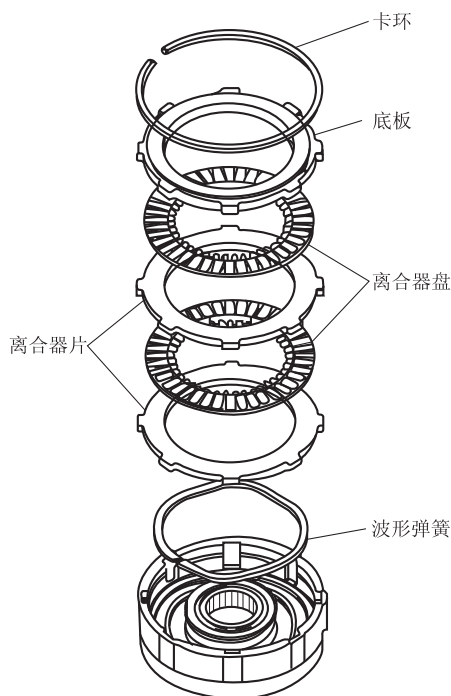
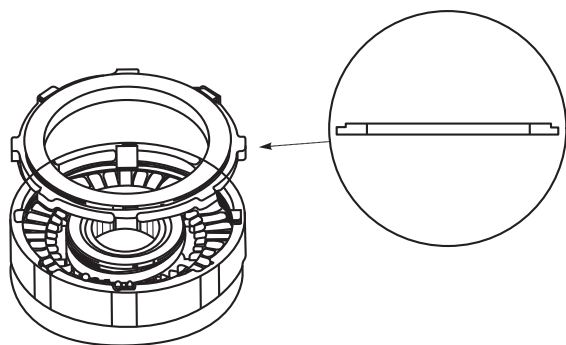

图 2-15 前进挡离合器分解图
图 2-16 安装离合器压盘
(6) 前进挡离合器的分解、检测和组装
① 拆下卡环、离合器压盘、离合器摩擦片、钢片和波形弹簧,如图 2-15 所示。
② 检测离合器摩擦片、钢片、离合器压盘是否磨损、损坏或变色。如果摩擦片、钢片磨损、损坏或变色,则整套更换。如果压盘磨损、损坏或变色,则检测离合器压盘与钢片之间的间隙,然后成套更换。
③ 组装时应将离合器摩擦片完全浸泡在变速器油中至少 30 min。
④ 将波形弹簧安装到离合器活塞上。
⑤ 交替安装离合器钢片和摩擦片,然后安装离合器压盘。让离合器压盘的平面一侧朝向钢片,如图 2-16 所示。